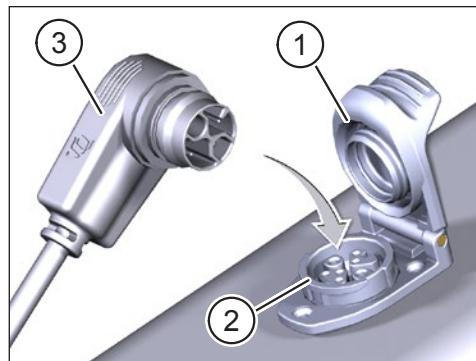

Abb. 2: Integrierte Battery laden
- ▶ Klappen Sie die Abdeckung (Pos. 1 in Abb. 2) am Ladeport (Pos. 2 in Abb. 2) im Fahrradrahmen auf.
- ▶ Richten Sie den Ladestecker (Pos. 3 in Abb. 2) des Chargers so aus, dass die Steckercodierungen von Ladestecker und Ladeport übereinstimmen (siehe Abb. 2).